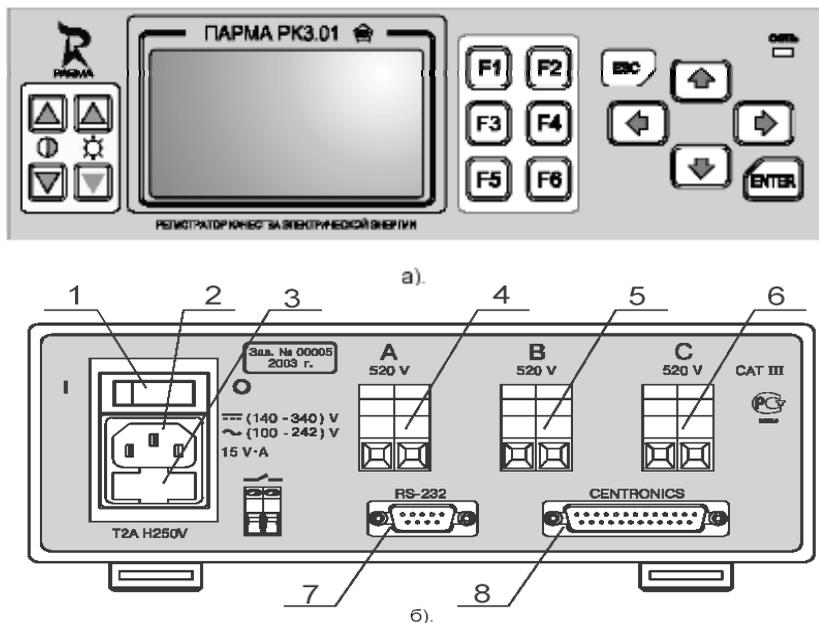

Рисунок 1 – Внешний вид регистратора
4.6.1.3 На лицевой панели регистратора (рисунок 1а) расположены графический дисплей с подсветкой, пленочная клавиатура и индикатор питания.
4.6.1.5 На задней панели регистратора (рисунок 1б) расположены:
- выключатель питания (1) перевод в положение «I» включает регистратор, а в положение «0» выключает;
- разъем для подключения сети питания (2);
- отсек для установки предохранителя питания (3)
- клеммные колодки (4), (5), (6) для подключения напряжения питания фаз «А», «В» и «С» соответственно;
- Разъем RS232 (7) разъем для подключения ПК и (8) разъем Centronics (8) для подключения принтера.
6.3.2.1 ПК подключить к регистратору через разъем, маркированный RS232. (рисунок 1б, (7)), соединение выполнить кабелем для COM-порта, входящим в комплект поставки регистратора.
6.3.2.2 Принтер подключить к регистратору через разъем маркированный «CENTRONICS» (рисунок 1,б, (8)), соединение выполнить специальным кабелем.
Присоединение регистратора к сети питания следует производить в следующей последовательности – сначала подключить шнур питания к разъему (рисунок 1,б, поз.(2)), находящемуся на задней панели регистратора рядом с измерительными зажимами (рисунок 1, б, поз. 4-6).
Вставить вилку шнура питания в сетевую розетку, а затем перевести выключатель питания (рисунок 1,б, поз. (1)) в положение «I».